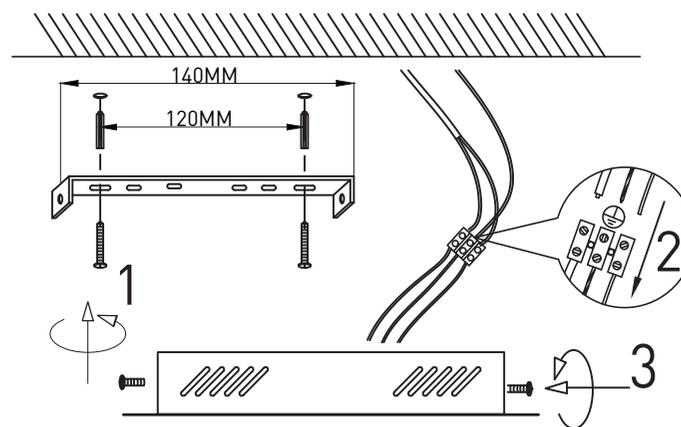

Рис.3
3. Установка и подключение (см. Рис.3)
ВНИМАНИЕ! Для натяжных потолков необходимо предварительно установить под него специальную закладную (твердую поверхность, закрепленную на бетонное перекрытие). (см. Рис.3 (1))
3.4. Подведите питающие провода к клеммной колодке в основании светильника и скоммутируйте провода в колодке. (см. Рис 3 (2))
3.5. С помощью специальных крепежных элементов (в комплекте) надежно зафиксируйте светильник на монтажной скобе. (см. Рис.3 (3))